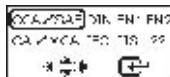

Fig.32
2. Premir tecla  para continuar e o ecrã mostrará: (Fig.32)